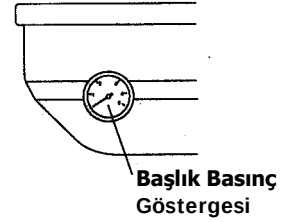

Fig. 3-13 Başlık Basınç Göstergesi
- (4) Başlık Basınç Göstergesi (Fig.3-13)